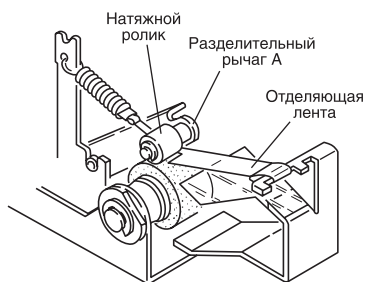

Рис. 11. Положение отделяющей ленты
- отделяющая лента должна находиться между натяжным роликом и разделительным рычагом А (рис. 11).
2. Выньте из аппарата узел отделения бумаги, открутив два винта (рис. 11).